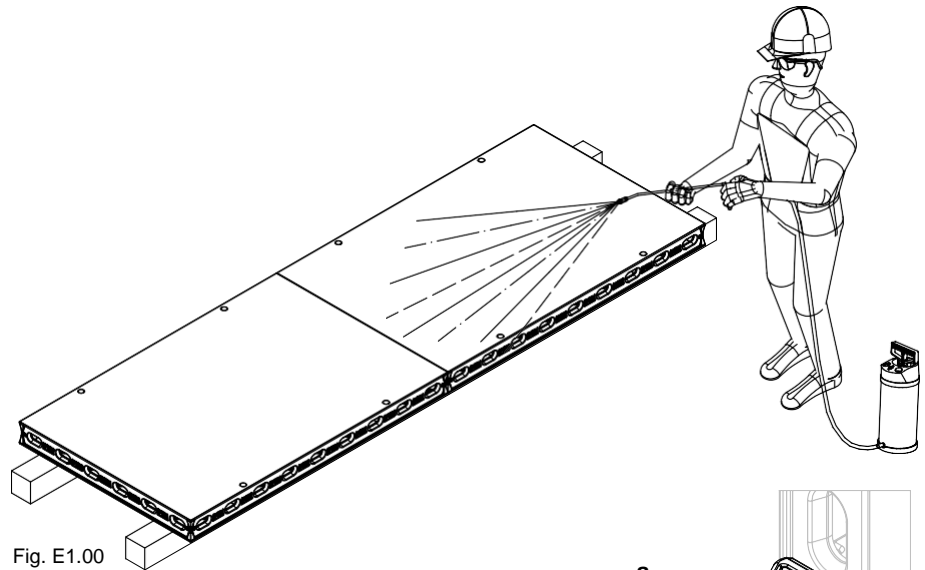

Fig. E1.00
- Няма химическа реакция между композитния материал и бетона. С оглед да се минимизират времето за почистване и износването на кофриращата повърхност се препоръчва напръскване на всички части с PERI Plasto Clean release agent преди всяка употреба; като алтернатива могат да се ползват восък или почистващ препарат с разтворител. (Fig. E1.00). Не използвайте масло, нафта и керосин.